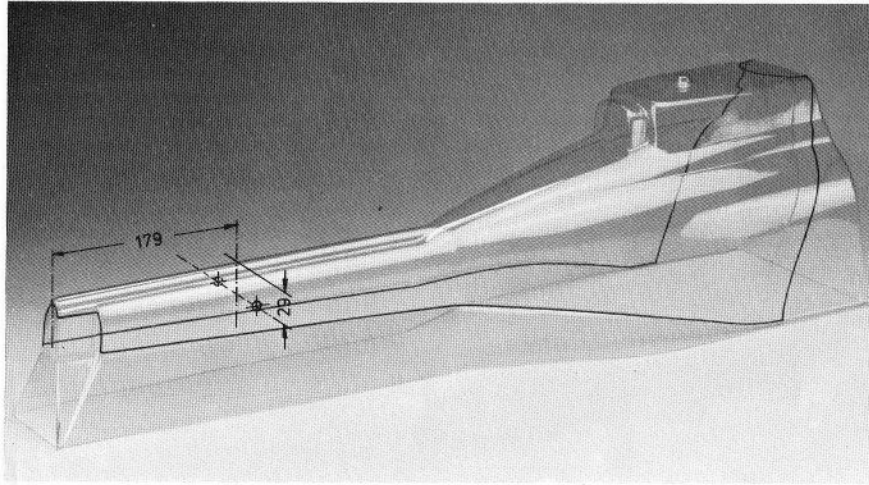

Abb. 11
##### 6.1. Beschneiden des LEXAN-Teiles. Siehe Abbildung 11
Das Höhenleitwerk wird einschließlich der Gewindestangen abgeschraubt. Dann werden beidseitig an der Heckverkleidung die Bohrungen für die Gewindestangen (422) des Höhenruders mit 5 mm  $\varnothing$  angebracht. Die Mitte der Bohrung hat den Abstand von 179 mm von der Hinterkante und 29 mm von der Oberkante. Siehe Abbildung 11.